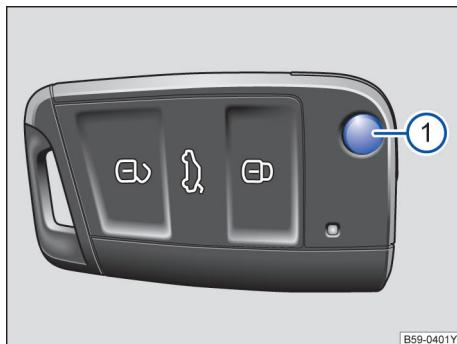

图 40 遥控钥匙
按压按钮 → 图 40① 即可解锁并翻开钥匙头。
如短时间内反复按压汽车钥匙上的按钮→图 40 或中央门锁某个按钮→第 49 页，则中央门锁系统将暂时关闭，防止系统过载，此时汽车处于解锁状态，必要时闭锁汽车。